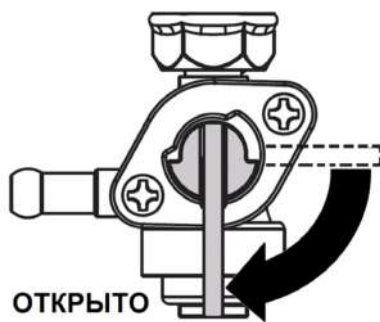

Рис. 15 Рычаг топливного крана
3. Откройте топливный кран переводом рычага в вертикальное положение (Рис. 15).